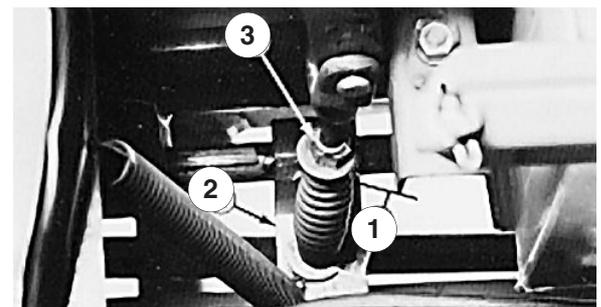

Bild 41
3. Messen Sie die Länge der Zapfwellenfeder zwischen den Flachscheiben (Bild 41). Die Federlänge sollte 81 mm betragen.
4. Zum Einstellen halten Sie den Kopf der Einstellschraube mit einem Schraubenschlüssel (unter dem Auslösearm der Zapfwelle) fest und drehen die Sicherungsmutter (Bild 41).